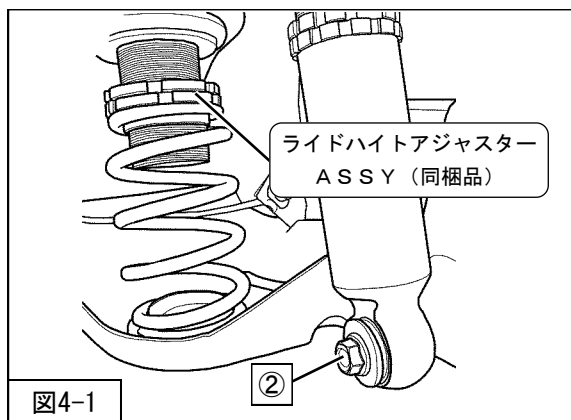

図4-1
- 2. リアショックアブソーバASSY (同梱品) を車両に取付け、②リアショックアブソーバASSYロア取付ナットを仮締めしてください。(図4-1)
を車両に取付けてください。(図4-1)
- 5. ②リアショックアブソーバASSYロア取付ナットを本締めしてください。(図4-1) (締付トルク : 90N・m)